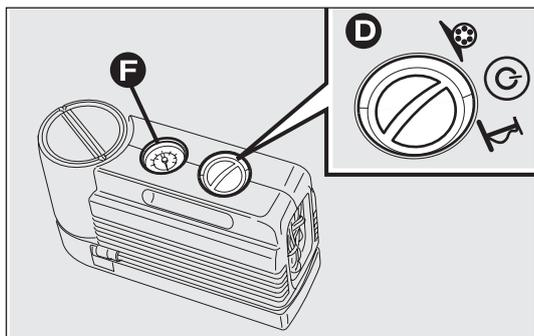
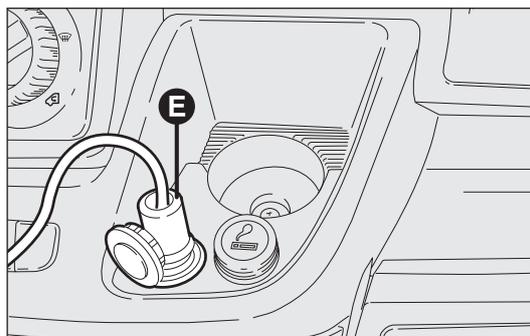

fig. 173
fig. 174
- inserire la spina E-fig. 174 nella presa di corrente 12V più vicina e avviare il motore. Ruotare il selettore D-fig. 173 in senso antiorario sulla posizione di riparazione. Azionare il kit premendo l'interruttore on/off. Gonfiare il pneumatico alla pressione prescritta nel paragrafo "Pressione di gonfiaggio" al capitolo "Dati tecnici";
Per ottenere una lettura più precisa, si consiglia di verificare il valore della pressione sul manometro F-fig. 173 con il compressore spento e senza spostare il selettore centrale dalla posizione di riparazione;